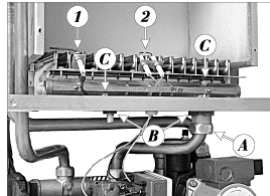

Рис. 17 – Монтаж горелки
- отсоедините проводники ионизационной (1) и зажигательной (2) электродов от автоматики зажигания;
- выверните гайку (А) (непотеряйте металлический прокладочный кружок, используется при обратном монтаже). Выверните жестяные гайки (В), прикрепляющие доску горелки к камере сгорания и уклоните трубку между горелкой и газовым клапаном, как приведено на рис. 17;